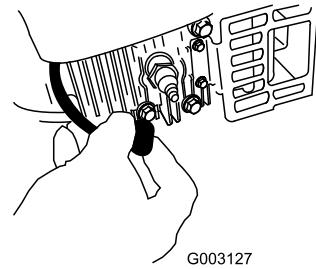

Figure 26
- Débranchez le fil de la bougie (Figure 26).